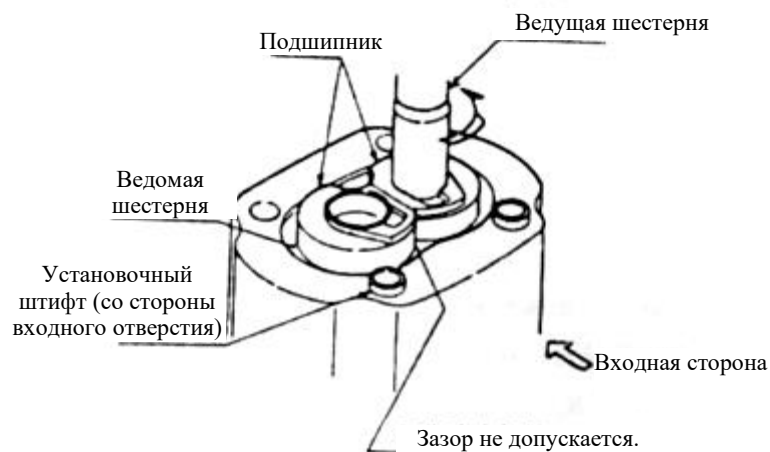

Рис. 7-17
6.8.3 Повторная сборка (рис. 7-17)